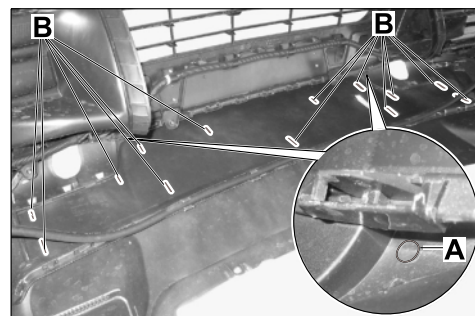

Рис. 4
- 2.1.1 Наметить выштамповку (13 продольных отверстий $\Rightarrow$ Рис. 4 -В- и два круглых отверстия $\Rightarrow$ Рис. 4 -А-) на внутренней стороне облицовки передней части кузова при помощи соответствующего штифта.